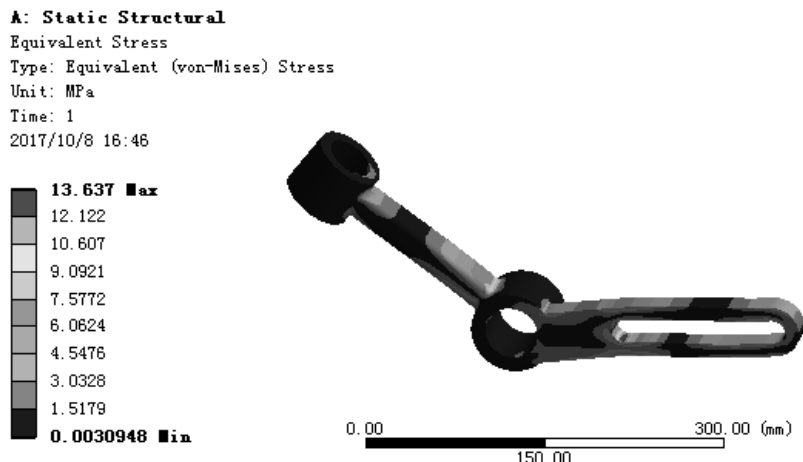

图 9.1.9 应力结果图解
(1) 求解分析。在顶部工具栏中单击 **Solve** 按钮求解分析。
(2) 查看应力结果图解。在“Outline”窗口中选中 **Equivalent Stress**，查看图 9.1.9 所示的应力结果，其最小应力为 0.0030948MPa，其最大应力为 13.637MPa。因为最大应力大于之前假设的最大应力值，所以零件强度在该工况下不能安全工作。